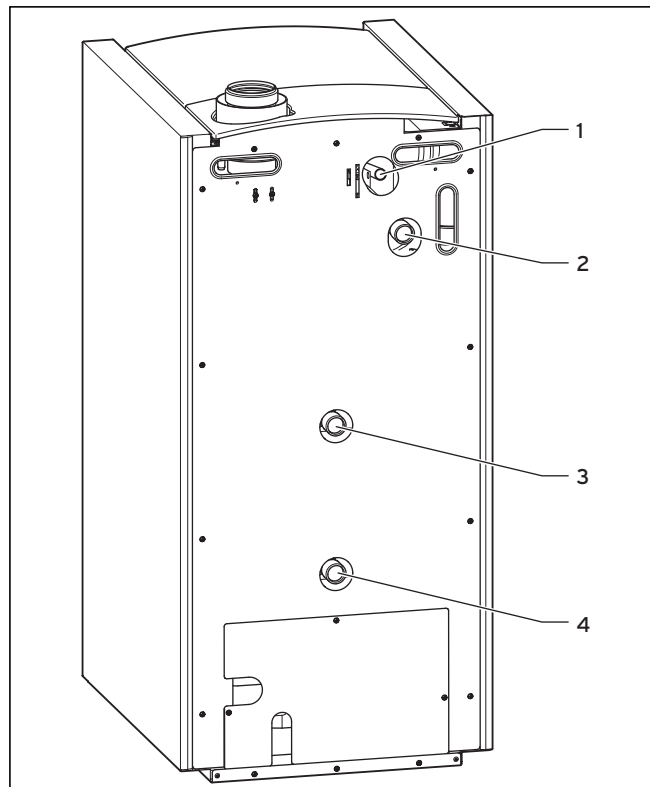

Abb. 5.4 Heizungsseitiger Anschluss
- Schließen Sie den Speicherrücklauf eines Warmwasserspeichers an den Heizungsrücklauf-Anschluss für hohe Rücklauftemperatur (**3 in Abb. 5.4**) an.